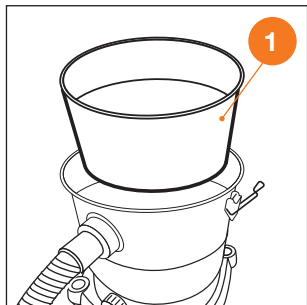

Рис. 10
6. Для уборки в режиме сбора горячего мелкодисперсного мусора (золы, стружки, окалины) (для **DAVC 2514S/6030S**) установите фильтр предварительной очистки с термозащитой **1** (Рис. 10), а также **HEPA**-фильтр **2** и зафиксируйте его крышкой **3** повернув её по часовой стрелке **4** (Рис. 10.1-11).